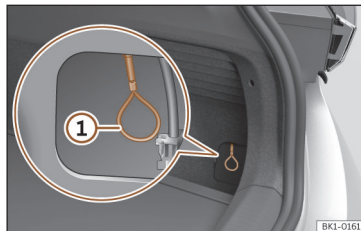

Fig. 52 Lado direito da bagageira: laço para o desbloqueio de emergência manual.
No lado direito da bagageira, atrás de uma tampa, há uma pega >>> **Fig. 52** ① para o desbloqueio de emergência manual.
4. Retire a pega ① e puxe. O conector de carregamento já se pode retirar.